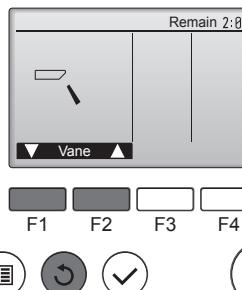

Fig. 7-4
- Pulse el botón [ACEPTAR] para visualizar la pantalla de funcionamiento Llama, y luego pulse los botones [F1] y [F2] para comprobar el sistema automático de desviación del aire. (Fig. 7-4)